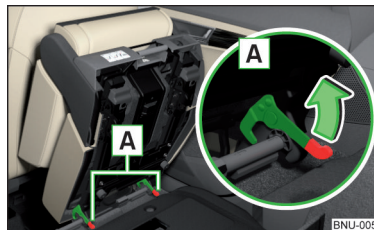

Abb. 94
- › Den Sitz am Ende der Führungsstangen durch Drücken der Sitzverriegelungen **A** in Pfeilrichtung verriegeln » Abb. 94.
- › Ist der Sitz ausgebaut, dann diesen zuerst auf die Führungsstangen setzen und mit den Sitzverriegelungen **A** verriegeln » **Abb. 94 auf Seite 92**. Durch Hochziehen prüfen, dass der Sitz richtig verriegelt ist.